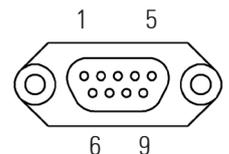

Fig. 23. Connecteur RJ pour RS-232 (9).
- Celui de série avec un seul port de communication RS-232 sur le panneau de contrôle à travers le connecteur RJ à 6 ou 8 broches (**9**) (Cf. figure 23).